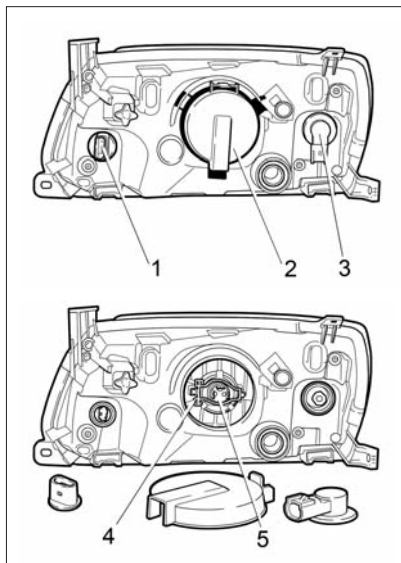

Рис. 60. Блок-фара
Для доступа к лампе ближнего/дальнего света выньте защитную крышку 2 (рис. 60), отсоедините колодку жгута проводов и снимите резиновый кожух лампы, отведите поочередно в стороны «усики» 4 пружины лампыдержателя, предварительно нажав на них, выньте лампу 5 из посадочного места рефлектора. Монтаж новой лампы проводите в обратном порядке. Все работы по установке галогеновой лампы проводите в перчатках во избежание оставления следов на колбе лампы. После установки лампы ближнего/дальнего света убедитесь в плотном прилегании резинового кожуха на цоколе лампы и корпусе блок-фары.
Рис. 60а. Задний фонарь автомобиля с кузовом «седан»
**Рис. 60б. Задний фонарь автомобиля с кузовом «лифтбек»**
Для снятия лампы в заднем фонаре автомобиля с кузовом «седан» (рис. 60а) проделайте следующие действия:
**Рис. 60в. Снятие заглушки опоры полки**
Для снятия лампы в заднем фонаре автомобиля с кузовом «лифтбек» (рис. 60б) проделайте следующие действия:
- нажмите пальцем через отверстие в заглушке опоры полки на защелку 1 (рис. 60в);
**Рис. 60г. Боковой указатель поворота**
Для замены лампы в боковом указателе поворота 1 (рис. 60г) снимите его с автомобиля. В гнез-